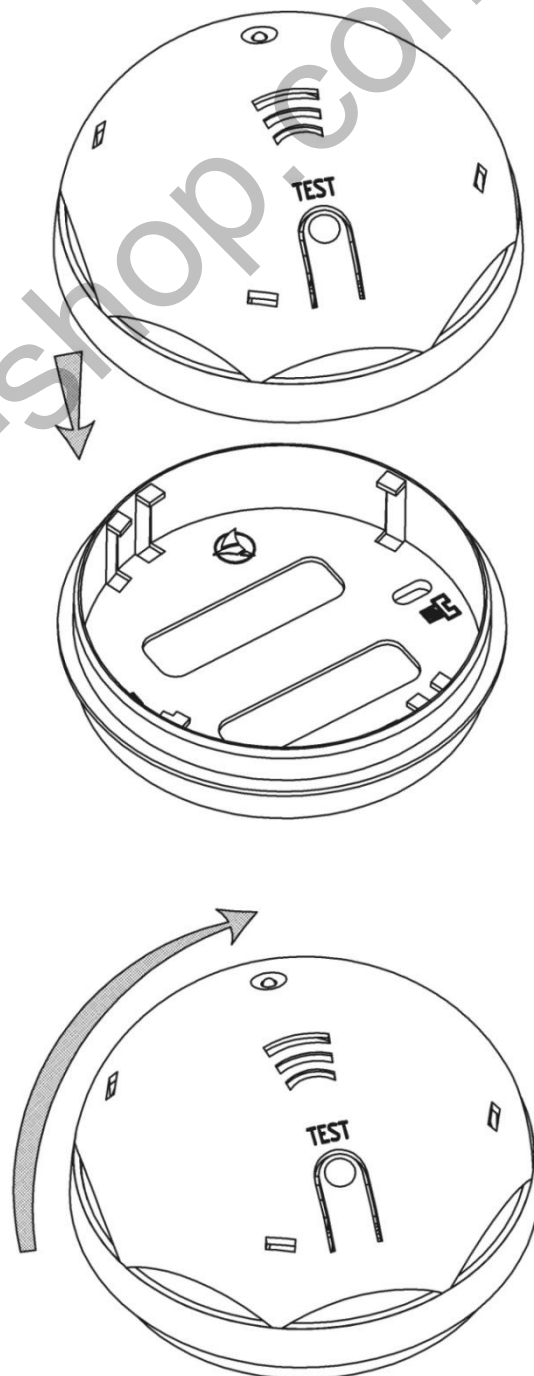

Рис.2. Установка сигнализатора в основание
5.4.1 Установить сигнализатор в основание и проверить его по часовой стрелке (смотреть рис.2).